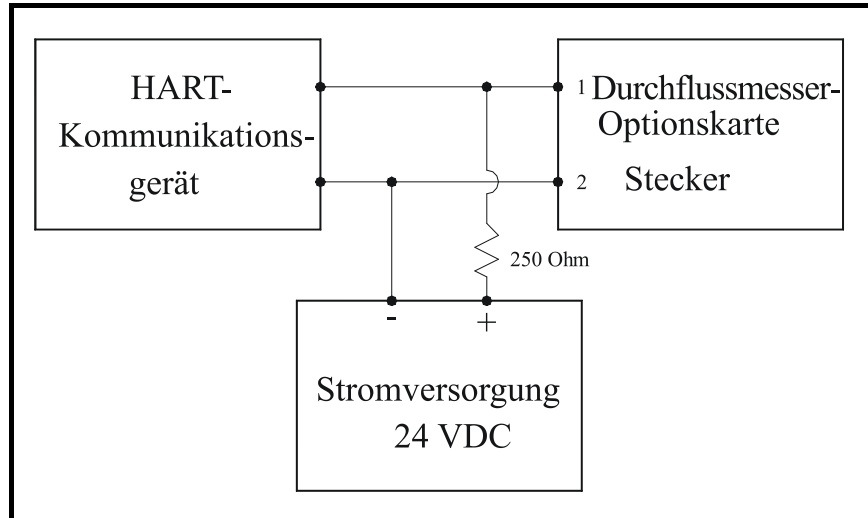

Abbildung 1: Verdrahtung der Optionskarte
3. Verbinden Sie die HART-Optionskarte und das HART-Gerät wie in Abbildung 1 auf der nächsten Seite gezeigt.